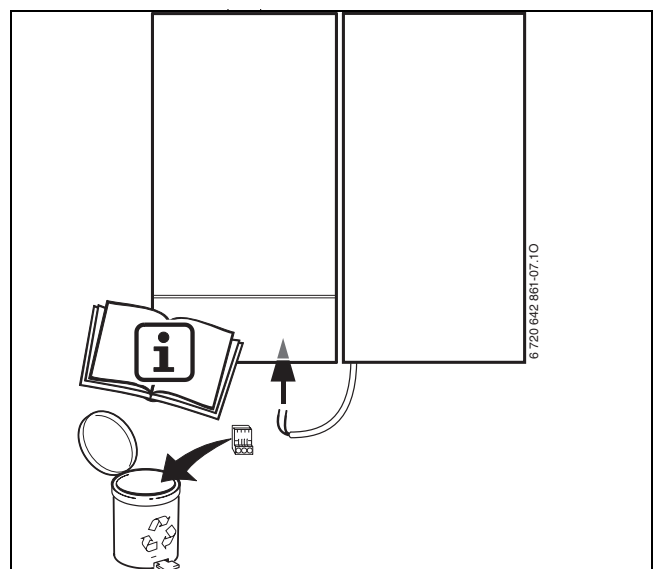

Fig. 17
- ▶ Retirer la fiche de raccordement de la sonde de température du ballon (→ Fig. 17).